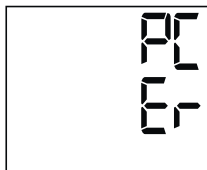

Fig. 2
- Se os dados não tiverem sido corretamente transferidos, a mensagem de erro apresentada na Fig. 2 surge no visor do tensiômetro.